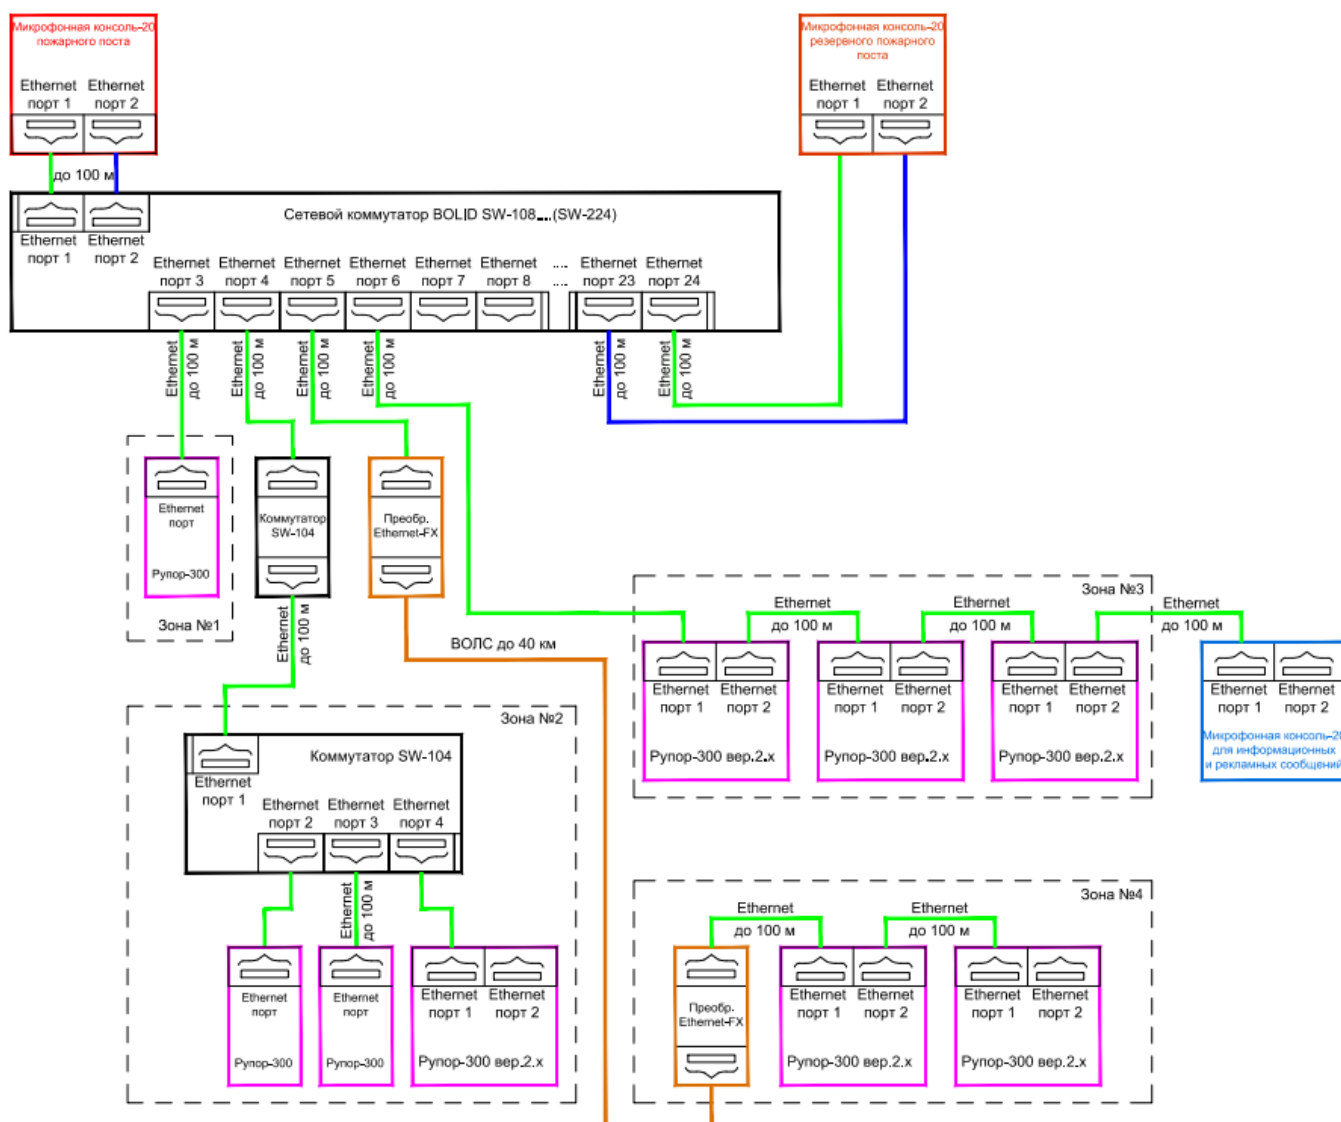
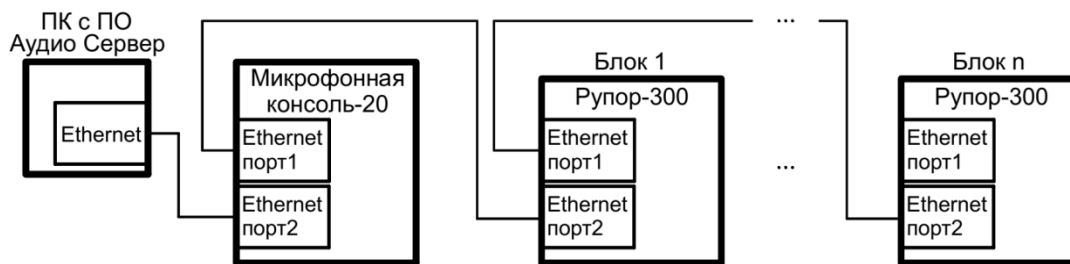

Рисунок 2.2.4. Схема подключения интерфейсов Ethernet с функцией резервирования.
Рисунок 2.2.5. Схема подключения интерфейсов Ethernet без функции резервирования.
5) К разъему Ethernet подключить кабель Ethernet (для связи с блоками речевого оповещения «Рупор-300» и использования ПО «Аудио сервер»). Вторым разъем Ethernet используется для резервирования канала передачи и дублирует функции первого. Вариант такого подключения приведен далее (Рисунок 2.2.4). Если резервирование не требуется, второй интерфейс допускается не использовать. При этом возможно построение локальной сети без использования дополнительного сетевого оборудования (Рисунок 2.2.5).
Здесь настраивается режим резервирования канала передачи по локальной вычислительной сети Ethernet (ЛВС), позволяющий увеличить отказоустойчивость соединения. При использовании резервирования консоль и блоки «Рупор-300» должны подключаться соответствующим образом (Рисунок 2.2.4).